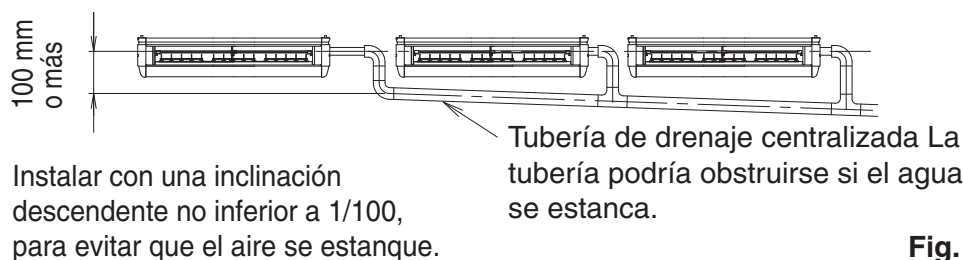

Fig. 28
- Para evitar tensión excesiva en la manguera de drenaje suministrada (1), evite doblarla o retorcerla. (Puede ocurrir una filtración de agua.)
- Para colocar la tubería de drenaje centralizado, siga las instrucciones que se muestran en la **Fig. 28**. En cuanto al diámetro de la tubería de drenaje centralizado, seleccione un diámetro que coincida con la capacidad de la unidad interior que se conectará. (Consulte la guía técnica.)